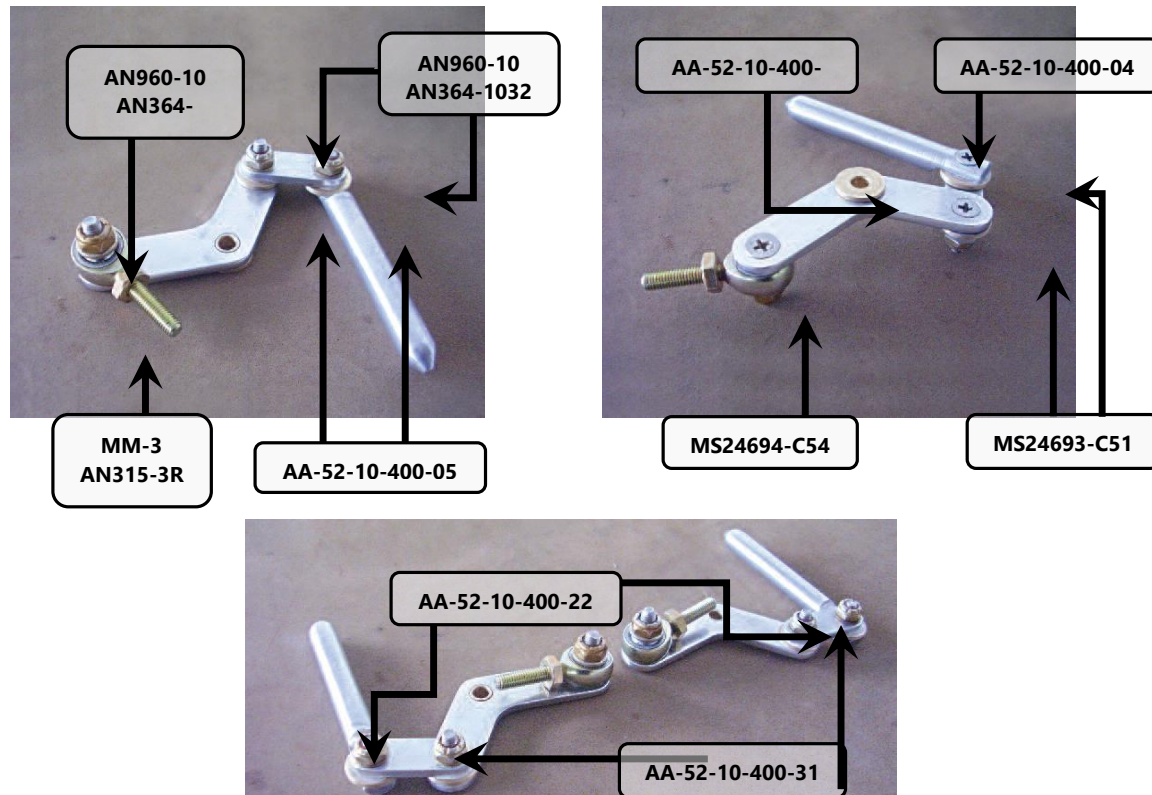
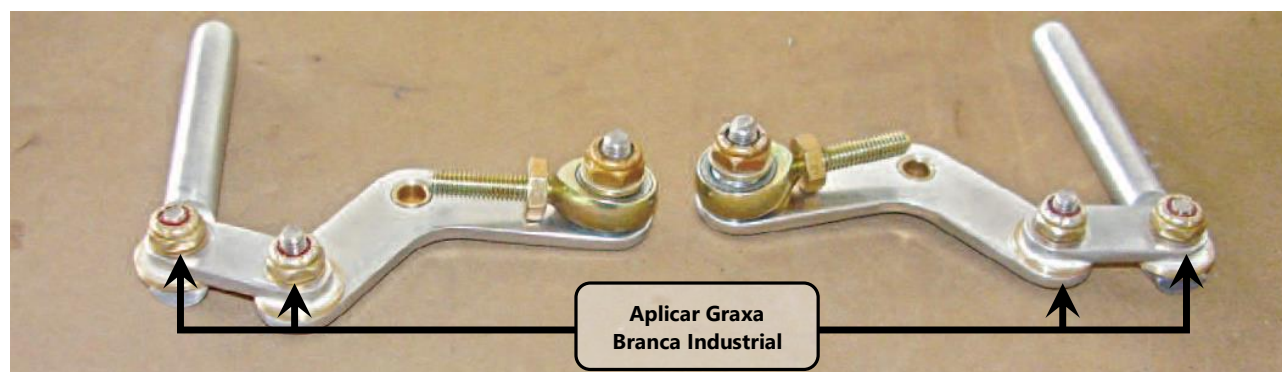

Figura 52.10.17 – Travas do Canopy.
Figura 52.10.23 – Mecanismos dos pinos das travas do canopy
Os mecanismos dos pinos de trava do canopy são mostrados em detalhes na figura 52.10.17. Os hardwares de montagem desses dois mecanismos são semelhantes, entretanto, o posicionamento destes são simétricos, conforme mostra a figura 52.10.17. Para sua desmontagem utilizar uma chave Phillips de 6"x1/4" e chaves combinadas de 3/8" e 11/32".
3. Na montagem dos mecanismos dos pinos de travamento do canopy, ver figura 52.10.17, aplicar graxa nas buchas AA-52-10-400-05, como mostrado na figura 52.10.23.